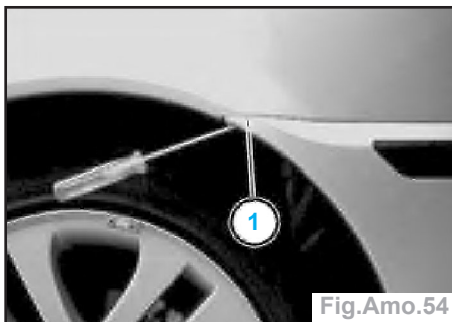

Fig.Amo.54
- Repousser avec précaution le pion de blocage (1) vers le bas (Fig.Amo.54).